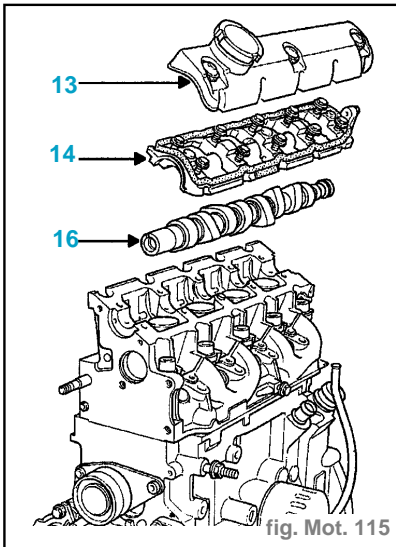

fig. Mot. 115
- les injecteurs en retirant les brides (12) et en récupérant les entretoises (15),
- le couvre-culasse (13) (fig. Mot. 115),
- la poutre de ligne d'arbre à cames (14),
- l'arbre à cames (16).